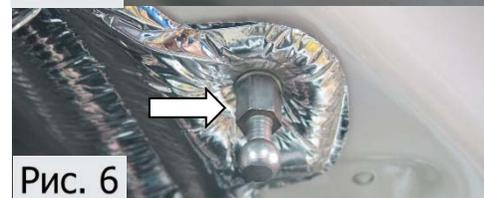

Рис. 6
5. Закрутить болт-шарнир с шайбой 6 торцевой головкой №10 с усилием 9 Нм в резьбовое отверстие гайки закладной (рис.6).